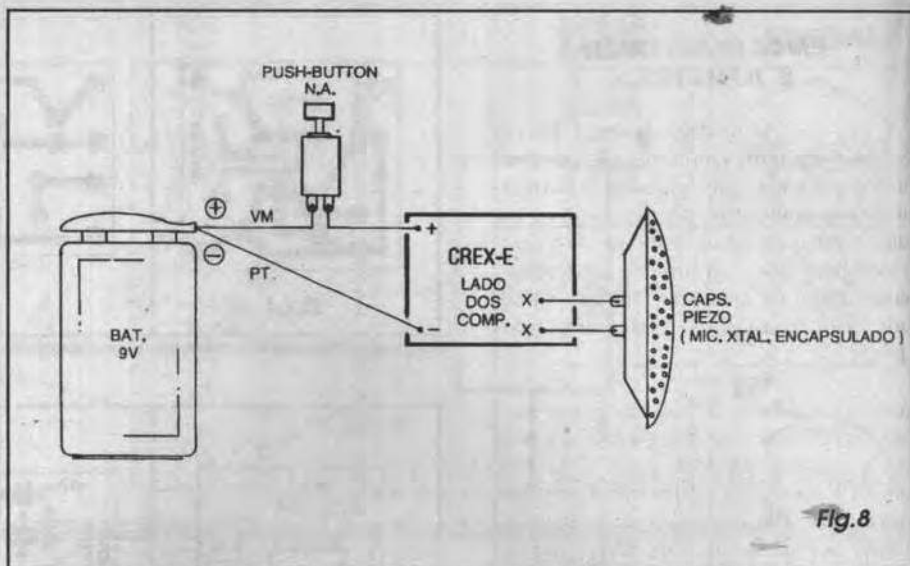

Fig.8
- **FIG. 8 - OUTRO TRUQUE PARA VER AS ONDAS DO SOM (E SEM PRECISAR ENTRAR NA ÁGUA ATÉ O ZÓIO...)** - O leitor/aluno que acompanha o ABCDE desde a sua primeira lição já deve estar acostumado com as representações de eventos ou fenômenos através dos gráficos em *forma de onda*, e por tal razão não deve ter encontrado grandes dificuldades em acompanhar as explicações dadas até agora, nas quais o **SOM** foi sempre representado por uma *onda* ou por uma linha ondulada que progride ao longo do eixo do *tempo*, subindo e descendo ao longo do eixo da *intensidade*... Especificamente no caso do som, por ser um fenômeno *físico* e cuja *velocidade* não é tão grande como aquela dos fenômenos puramente energéticos - elétricos, por exemplo - essa analogia matemática/geométrica torna-se bastante próxima do que *realmente acontece*, como vimos naquela his-
torinha da pedrada na lagoa... Mas existe ainda um outro *truque* de fácil realização, e que permitirá ao caro *aluno*, literalmente *ver* as formas de onda do próprio SOM...! Isso mesmo...! Observando a **FIG. 8**, temos, à esquerda, um instrumento musical bem conhecido de todos, jovens ou nem tanto, uma vez que é dos mais populares no nosso país e na nossa cultura (toda família, grupo de amigos, turma de estudantes ou de trabalhadores tem *pele menos um* violonista, não é verdade...?): o bom e velho violão...! Das seis cordas convencionais do instrumento, a *mais grossa* (que os músicos chamam de *mi grave* ou de *bordão*...) é aquela que, tangida, vibra *mais lentamente*, ou seja, na *mais baixa frequência*... Na verdade, o seu ritmo de oscilação ondulatória é *tão lento* que, com alguns recursos simples de estroboscopia nossos olhos poderão acompanhá-lo! Vejamos como: colocando o violão deitado (de boca pra cima...) num ambiente iluminado *exclusivamente* por lâmpadas fluorescentes (o truque não funcionará em lugares iluminados por lâmpadas incandescentes ou por luz natural...) e percutindo a dita corda mais grossa do instrumento (com o dedo, ou com uma palheta apropriada, como fazem os músicos...) várias vezes, simultaneamente o experimentador deverá *afrouxar* lentamente a corda, girando no sentido apropriado a respectiva *cravelha* (aquele botãozinho acoplado a uma pequena engrenagem, na extremidade do *braço* do violão, e destinado normalmente à afinação do instrumento...). Num determina-
**- FIG. 8 - CONEXÕES EXTERNAS À PLACA (CREX-E)** - A plaquinha do módulo **emissor** traz agora (ainda vista pela face não cobreada...) as suas conexões